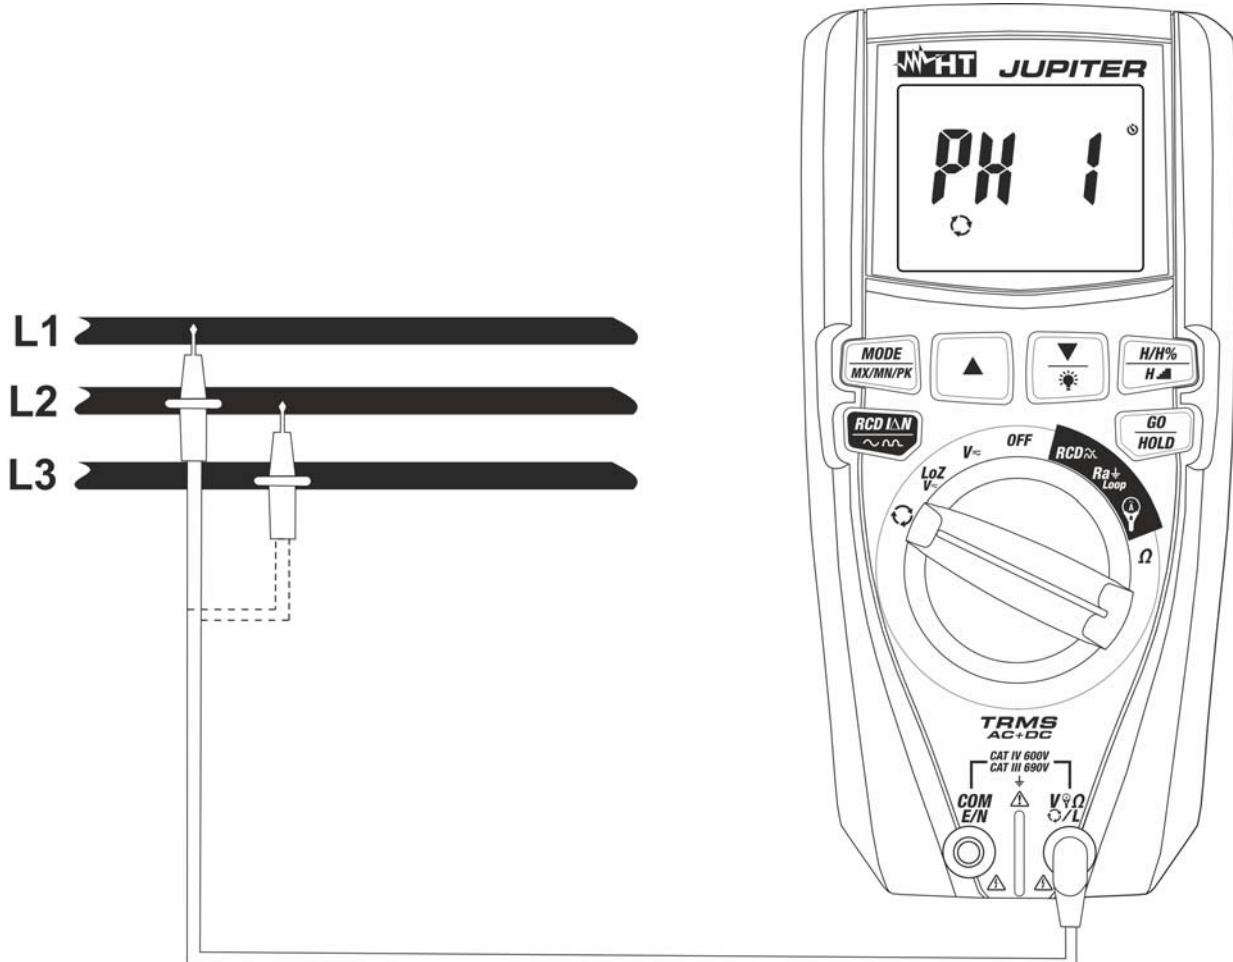
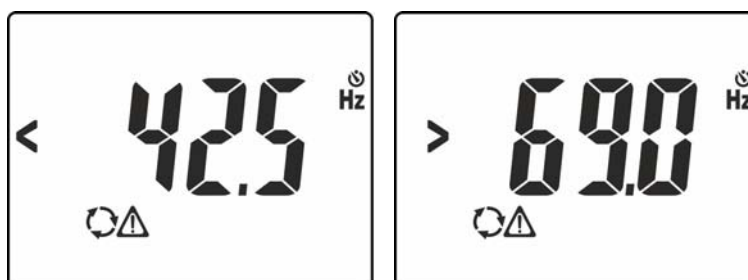
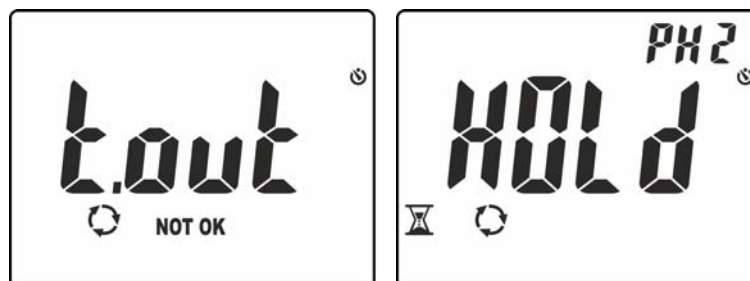

Fig. 12: Uso del instrumento para prueba de sentido cíclico y concordancia de las fases
Fig. 13: Indicación de tensión con frecuencia errónea
Fig. 15: Reconocimiento fase L1 y espera para fase L2
3. Posicione la punta roja sobre la fase **L1** del sistema trifásico en examen (ver Fig. 12). Los siguientes mensajes pueden ser mostrados en pantalla (ver Fig. 13) identificando la presencia de una señal de tensión con frecuencia externa al intervalo **42.5Hz ÷ 69Hz**. En tales condiciones el instrumento no realiza el test
6. Posicione la punta roja sobre la fase **L2** del sistema trifásico en examen (ver Fig. 12). En el caso en el que el paso entre la fase L1 y la fase L2 sea en un tiempo mayor a **10s** el instrumento muestra el mensaje “**t.out**” en pantalla (ver Fig. 15 – parte izquierda) En condiciones correctas de tensión y frecuencia, el instrumento muestra el mensaje “**HOLD**”, los símbolos y “PH2” y emite un sonido continuo en espera al reconocimiento de un valor estable de tensión sobre la fase L2 (ver Fig. 15 – parte derecha)